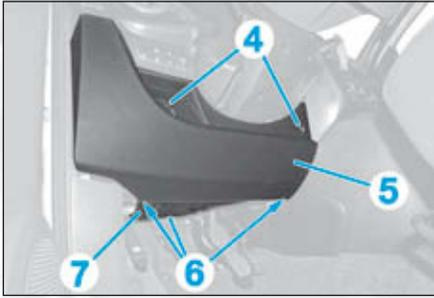

FIG.7
- les vis (4) (Fig.7),
- la garniture (5),
- les pions (6),
- la garniture inférieure (7),